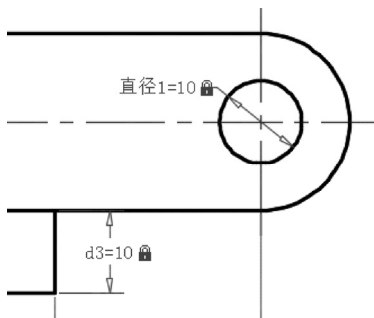

图 7-24 直径标注约束
5) 创建直径标注约束。单击“直径标注约束”按钮，选择圆并指定尺寸线位置，按 `<Enter>` 键接受默认的表达式（值），从而完成图 7-24 所示的直径标注约束。